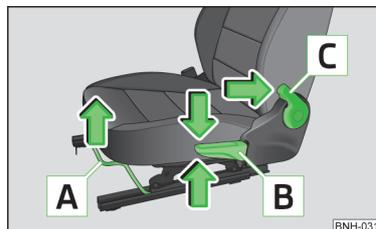

Fig. 48
Elementi di comando sul sedile » fig. 48
- Tirare la leva **A** » fig. 48 (al centro) nella direzione della freccia e spingere il sedile nella direzione desiderata.
- Tirare o premere nuovamente la leva **B** » fig. 48 in direzione di una delle frecce.
- Tirare la leva **C** » fig. 48 in direzione della freccia e regolare con la schiena l'inclinazione desiderata dello schienale.